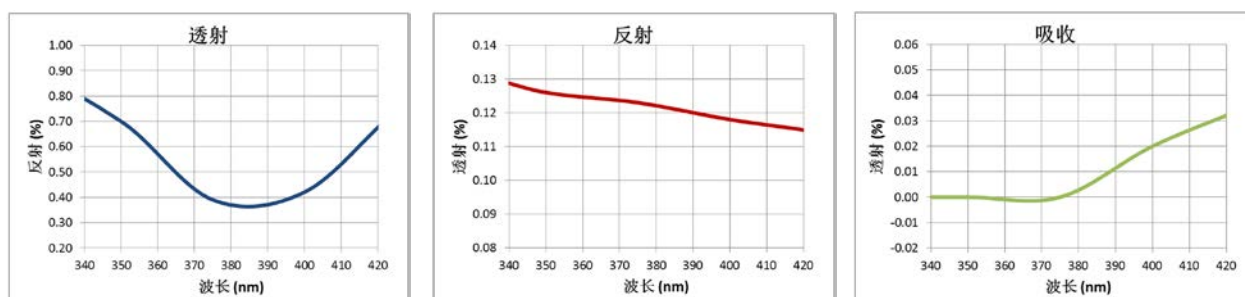

Figure 3 基板涂层光学曲线
本实验选用具有理想涂层（吸收，反射和透射特性）的三种基板进行测试。图 3 所示透射性基板在 395nm 的反射率只有不到 0.4%；反射性基板在 395nm 的透射率仅有不到 0.12%；而吸收性基板在 395nm 的透射率小于 0.02%。两盏 UV LED 光源，Phoseon Technology 的风冷光源 FireJet™ FJ200-150x20AC-14W-395nm 和 FireEdge™ FE300-110x10AC-5W-395nm 被用作固化灯。光源在室温下以辐照度 100% 开启，并以不同的扫描速度移动。基板被定位于不同的工作距离 (WD)，热传感器连接到每片基板上以记录实时温度。